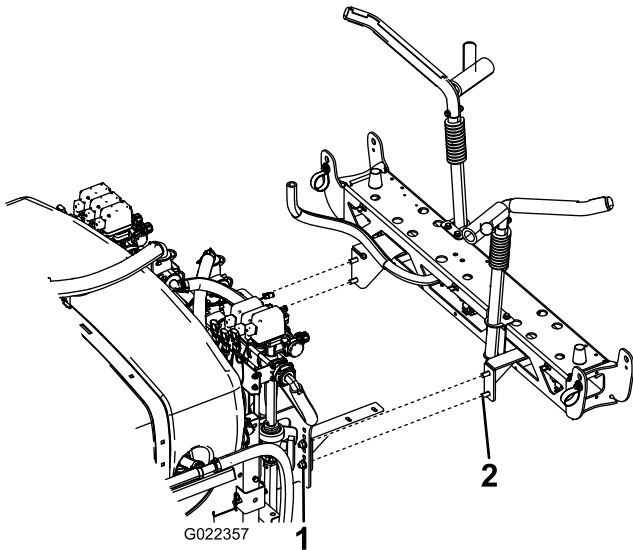

図 19
2. 中央ブーム・アセンブリを、各ブラケットの下から三番目の穴に通してスプレーシステムアセンブリに図 19 のように取り付けるボルト4本 $\frac{1}{2}$ x $1\frac{1}{4}$ "とロックナット4個 $\frac{1}{2}$ "を使用する。